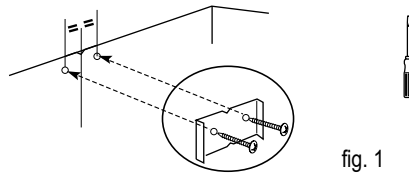

fig. 1
Si tiene una salida hacia el exterior (fig. 1), puede conectar su campana a ella mediante un conducto de evacuación no incluido (mínimo  $\varnothing$  125 mm, esmaltado, de aluminio, flexible o de un material no inflamable). Si su conducto tiene un diámetro inferior a 125 mm, **entonces debe pasar obligatoriamente al modo reciclaje**
- Trace una marca horizontal a una distancia mínima de 70 cm de la zona de cocción. (A/fig.1).
- Trace una raya vertical (B/fig.1) en la pared, centrada con respecto a la placa de cocción y que baje desde el techo hasta la marca horizontal precedente (A).
- Coloque la plantilla de perforación (C/fig. 1) contra la pared.
- El emplazamiento (D) corresponde al tornillo "anti-levantamiento" de la campana.
- Fije contra la pared, con los dos tornillos, el soporte metálico de la chimenea apoyándolo contra la pared (fig. 1).
- Retire la válvula de retención (fig. 1).